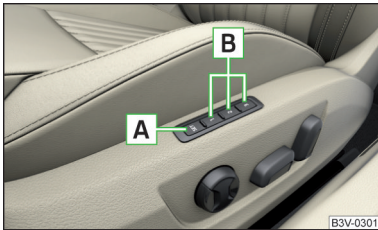

Abb. 90
Unter den Speichertasten **B** am Fahrersitz kann jeweils eine Einstellung der Fahrersitz- und Außenspiegelposition gespeichert werden » Abb. 90.
- ▶ Die Taste **SET A** » Abb. 90 drücken und anschließend innerhalb von 10 s die gewünschte Speichertaste **B** drücken. Das Speichern wird mit einem akustischen Signal bestätigt.
- ▶ Die Zündung einschalten und die gewünschte Speichertaste **B** » Abb. 90 drücken.